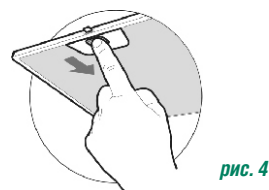

рис. 4
8.3 Для очистки алюминиевого фильтра извлеките его из вытяжки (рис. 4) и произведите очистку с помощью щетки горячим водным раствором нейтрального моющего средства вручную или в посудомоечной машине (при 60°C).
- перед установкой вытяжки снимите алюминиевый фильтр, для этого нажмите на пружинный замок на фильтре и потяните его вниз и на себя (рис. 4);